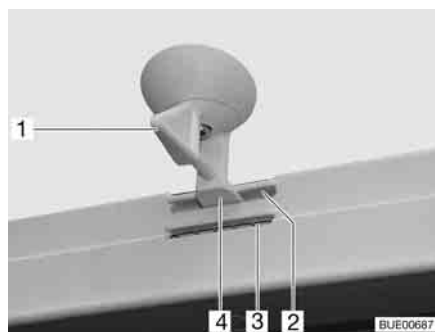
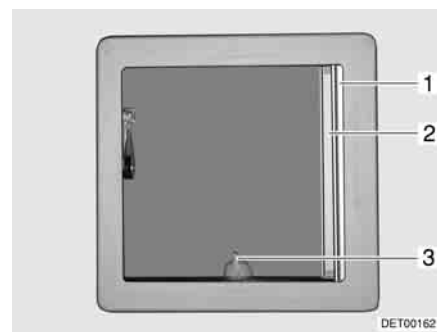

Fig. 47 Oblò inclinabile, bloccaggio
Fig. 48 Oblò inclinabile
Posizionamento: ■ Ruotare la leva (Fig. 47,1 o Fig. 48,3) di un quarto di giro.
■ Girare la leva di un quarto di giro. Il bloccaggio (Fig. 47,4) deve entrare nella feritoia inferiore (Fig. 47,3).
- Girare la leva di un quarto di giro. Il bloccaggio (Fig. 47,4) deve entrare nella feritoia superiore (Fig. 47,2).
- Tirare la tendina oscurante pieghevole (Fig. 48,1) fino alla posizione desiderata e rilasciare. La tendina oscurante pieghevole rimane in questa posizione.
- Estrarre la zanzariera a rullo (Fig. 48,2) fino a quando non scatta il bloccaggio dalla parte opposta.